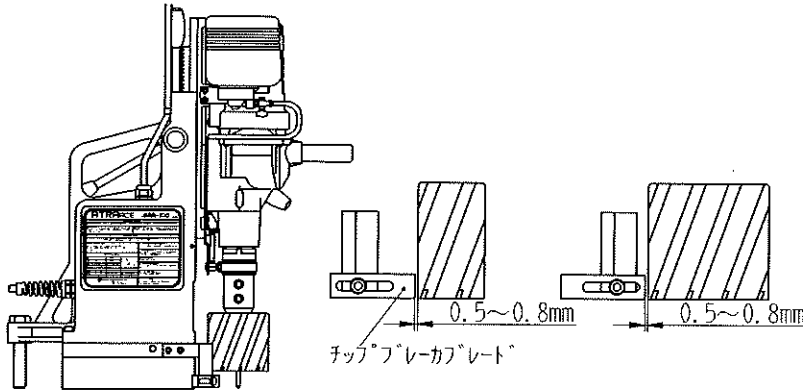

図 32
- チップブレーカは切削中に発生した切屑を適当に切断し、切屑の排出を向上させる物です。(図 32)